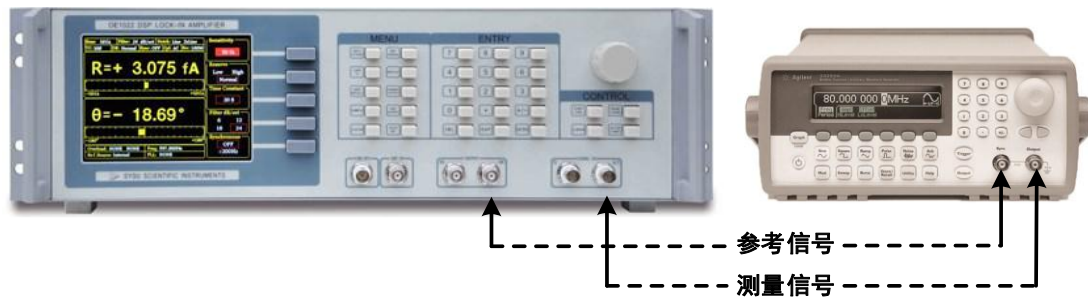

图86. 信号线连接图
2. 用一条带 BNC 接头的信号线连接函数信号发生器的输出接口和 OE2031 前面板 SIGNAL IN 的 A 接口，用另一条带 BNC 接头的信号线连接函数信号发生器的同步参考信号接口和 OE2031 前面板的 REF IN 接口，如图 86 所示：